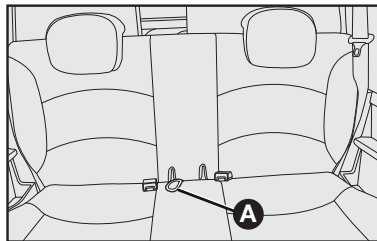

fig. 10
- Tire de la cuerda **A-fig. 10** para levantar el asiento y plegarlo hacia delante;